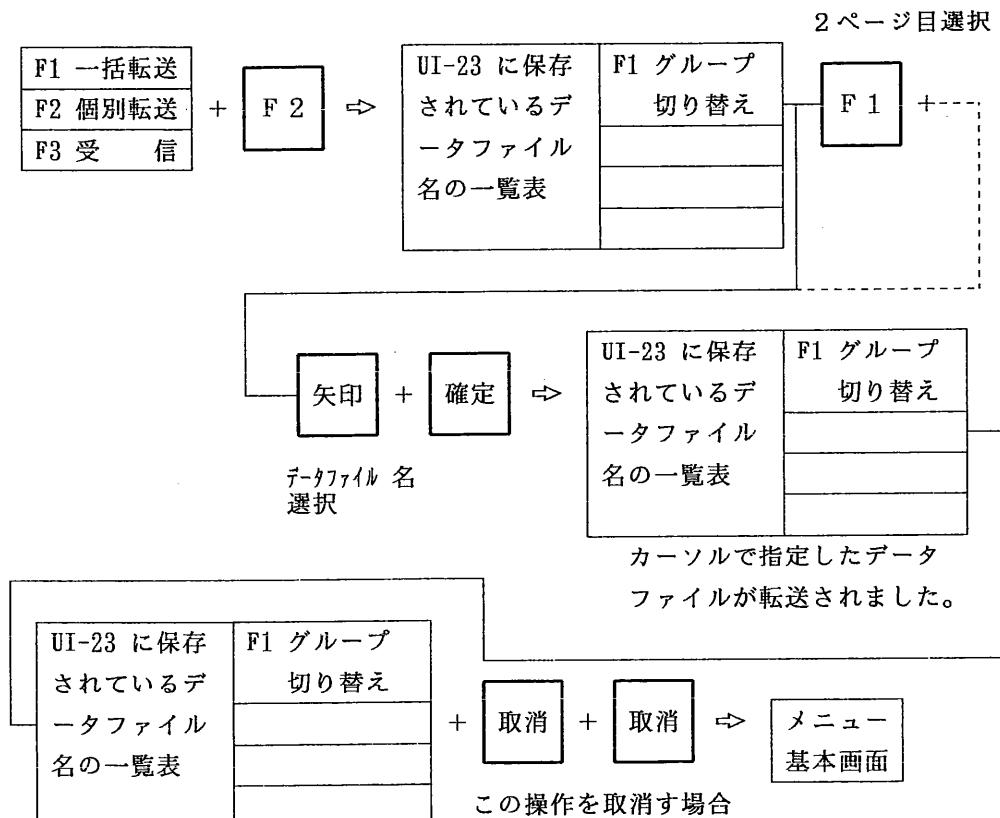

図 6.2.11 個別送信の操作方法
- ① 選択キー [F 2] を1回押すと表示器の探傷図形表示エリアにUI-23 に保存されているデータファイル名の一覧が表示され、メニューエリアには図 6.2.11 に示す選択メニューが表示されます。
- ② 矢印キーで転送したいデータファイル名にカーソルを合わせます。UI-23 には100個のデータが保存できますが、一回に表示されるデータファイルの数は50個です。